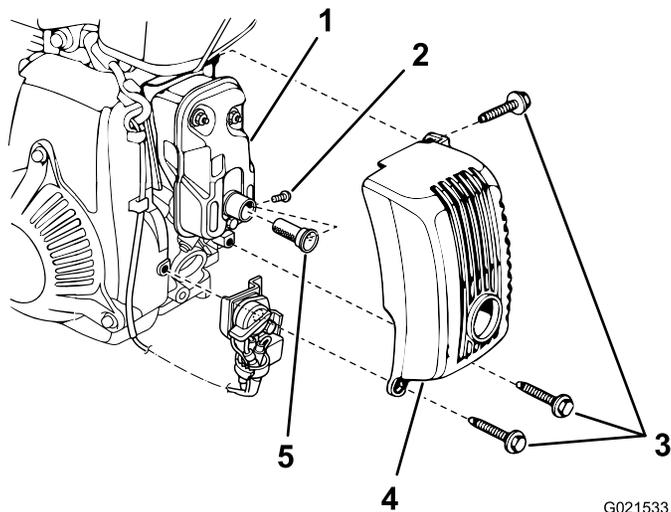

Figura 28
1. Retire los 3 pernos (5 mm), y retire el protector del silenciador (Figura 28).
2. Retire el tornillo especial del parachispas, y retire el parachispas del silenciador (Figura 28).